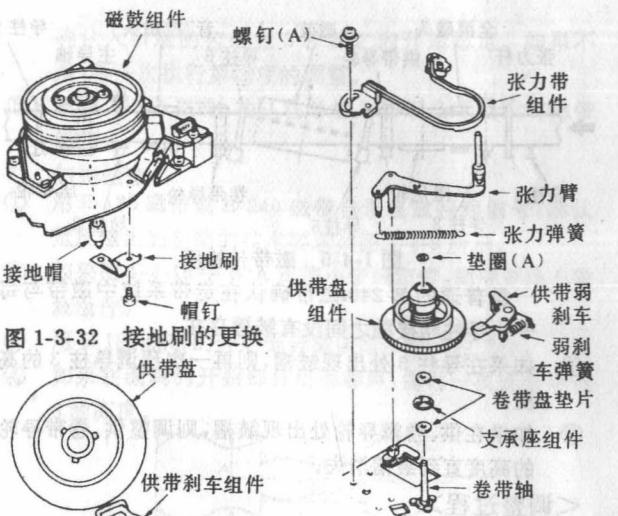

图 1-3-32 接地刷的更换
- ① 拆下螺丝和接地刷。见图 1-3-32。
- ② 拉出接地帽并更换它。
- ③ 更换接地刷。安装新的接地刷时应使接地刷接触到接地帽的中心。